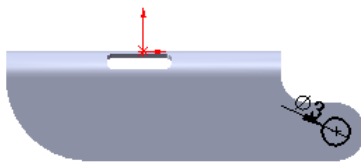

图 12.3.24 横断面草图
② 定义横断面草图。在草图环境中绘制图 12.3.24 所示的横断面草图。
(3) 定义切除深度属性。在“切除一拉伸”对话框 **方向1** 区域的 下拉列表中选择 **完全贯穿** 选项，选中 ☒ **正交切除(N)** 复选框。
(4) 单击 按钮，完成切除一拉伸 2 的创建。